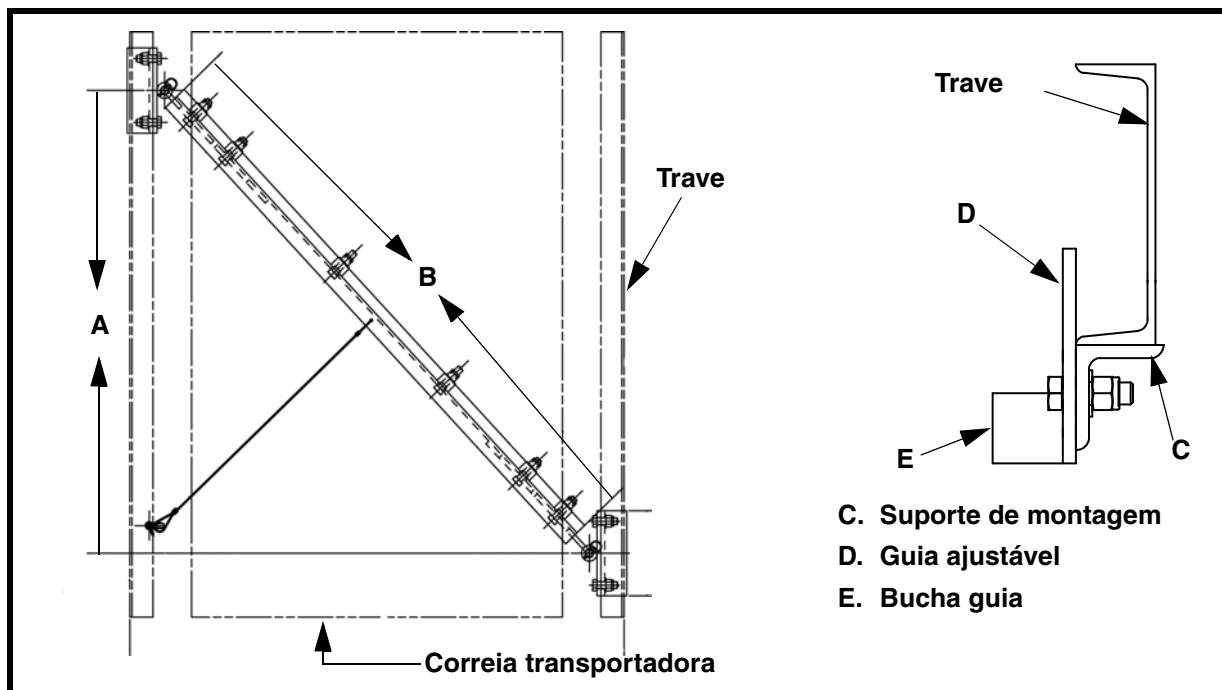

Figura 2. Posicionando os suportes de montagem nas travessas
2. Instale o suporte de montagem (C, Figura 2) no lado esquerdo da correia da seguinte maneira:
- c. Instale a guia ajustável (D) no suporte de montagem com dois parafusos de remate sextavados, arruelas planas e contraporcas elásticas.
- a. Iniciando no centro da bucha guia (E) na guia ajustável do lado esquerdo, meça em direção à polia traseira a distância mostrada sob "Dimensão A" na Tabela I. Marque a posição na trave do lado esquerdo.